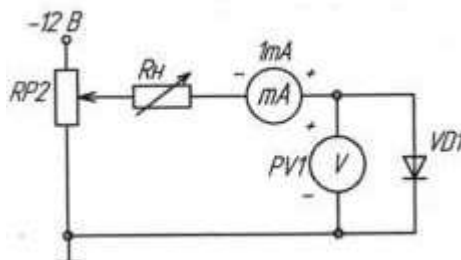

Рисунок 2.2- Схема для снятия ВАХ для прямой ветви
б) Собрать схему для снятия обратной ветви ВАХ, подключив к RP2 источник -12 В и заменив миллиамперметр, поменяв также его полярность подключения (рис. 2.2) и снять обратную ветвь ВАХ диода. Построить ВАХ диода, определить основные точки на характеристике.
- д) Снять выходные статические ВАХ с помощью осциллографа. Собрать схему в соответствии с рис. 2.2. Вход Y (CH2) осциллографа подключить к шунту, а корпус осциллографа соединить с общим проводом. Вход X (CH1) осциллографа подключить к коллектору. При этом переключатель развёртки осциллографа должен быть приведен в положение X/Y . Установить потенциометр $RP1$ в крайнее левое положение, соответствующее минимальному сопротивлению. Включить питание. Изменять ток базы от 0 до максимума (но не более 1 мА), пронаблюдать семейство выходных характеристик; зарисовать на одном рисунке выходные характеристики для трех значений тока базы: $I_b = 0$; $I_b = 0,5 \cdot I_{b \max}$; $I_b = I_{b \max}$. Записать масштабы по напряжению и току. Выключить питание модуля.